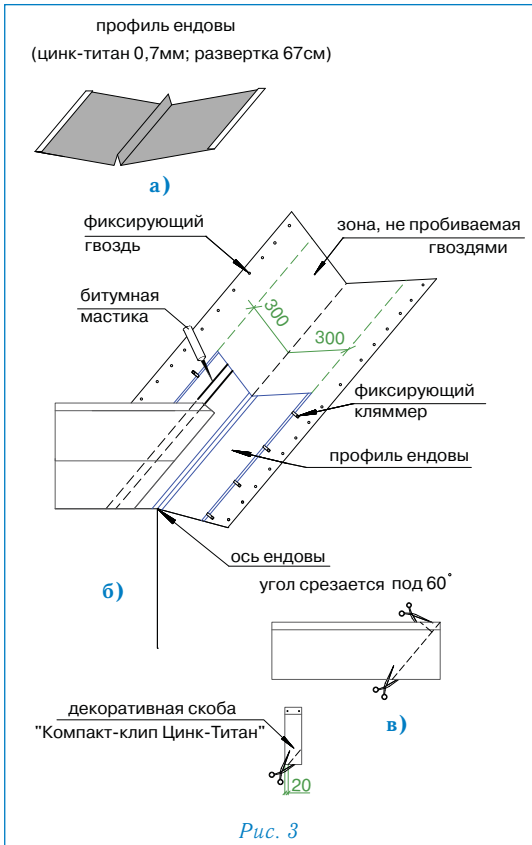

Рис. 3
Ендова (рис. 3)
- ровно по центру ендовы устанавливается профиль ендовы (цинк-титан 0,7 мм, развертка 67 см) (рис. 3а);
Внимание: 1. Необходимо также подрезать верхний уголок обрезанного края листа (см. рис. 3в) для правильного стока воды.
4. В случае, если скоба «Компакт-клип Цинк-Титан» приходится на место обреза листа, можно либо обрезать накладку, оставив минимум 2 см в нижней части (рис. 3в), либо произвести укладку листов без использования накладки.